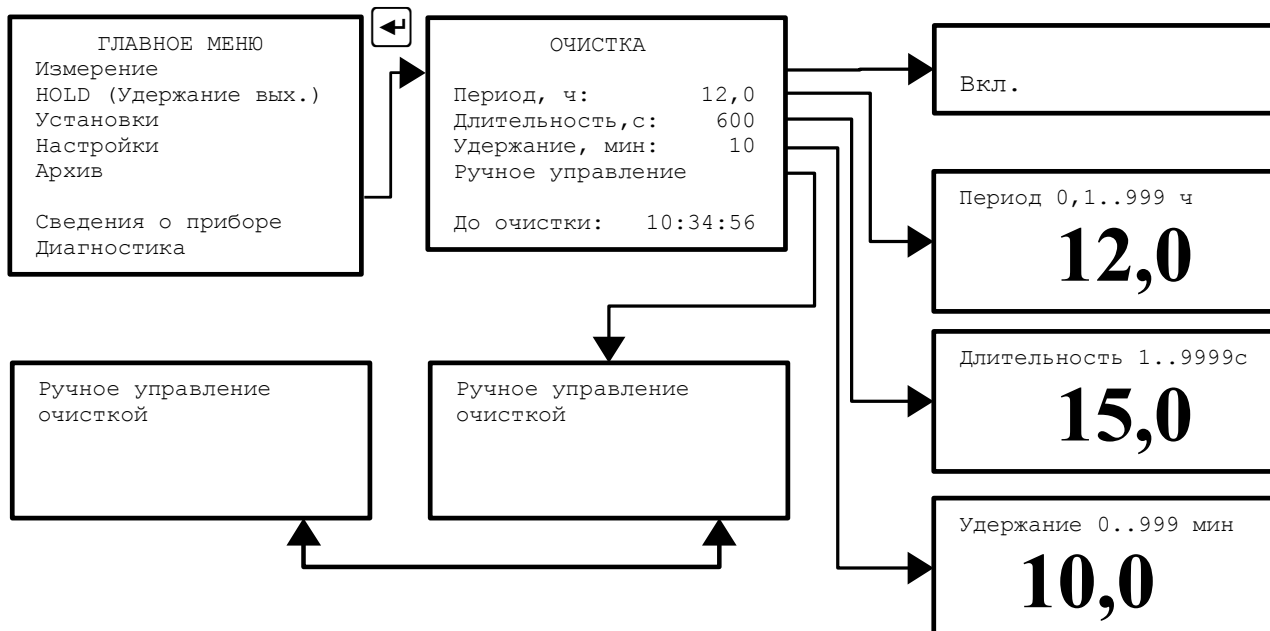

Рисунок 21 - Установка параметров режима очистки
3.3.6.1 Режим очистки (смотри Рисунок 21) предназначен для управления устройством воздушной, струйной, ультразвуковой или другими видами очистки датчиков путём включения дискретного выхода 4 «Очистка».
3.3.6.6 Управление работой исполнительного реле возможно в режиме ручного управления (Рисунок 21). После выхода из режима ручного управления включается удержание выходных сигналов, которое сигнализируется светодиодом № 4 и надписью **CLEAN** на дисплее (если T_y не равно нулю).